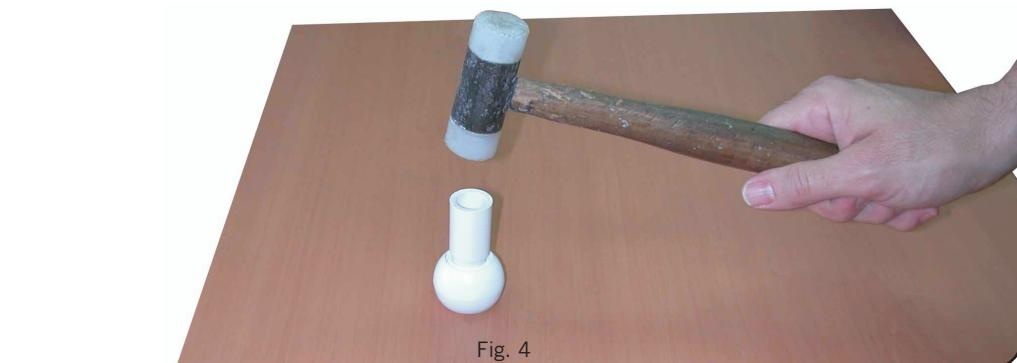

Fig. 4
**IMPORTANT:** All new model return inlets are now supplied with the ball marked with a series of "knock-outs" at 14 mm, 20 mm and 25 mm thus enabling the required flow to be selected at the time of installation. A special tool is available which when used with a mallet will help remove the unwanted part(s) of the ball. (See figure 4)
**IMPORTANT :** Tous les modèles de bouches possèdent désormais un nouveau système pour la rouette de refoulement. Celui-ci consiste à ce que la rouette soit marquée d'une série de diamètres (14-20-25) de façon à ce que l'on puisse sélectionner le diamètre souhaité, au moment de l'installation, obtenant ainsi différents débits. Pour cette raison, la bouchette est donc livrée avec une pièce, qui permettra d'obtenir le diamètre souhaité de la rouette, à l'aide d'un marteau (voir figure 4)
**IMPORTANTE :** todos los modelos de boquillas, incorporan un sistema para la bola de impulsión. Este consiste en que la bola se suministra premarcada con una serie de diámetros (14-20-25) de modo que se puede seleccionar uno de ellos en el momento de la instalación, obteniendo así diversos caudales. Por este motivo, la boquilla se suministra con una pieza adjunta, la cual ayudándose de una maza, se podrá conseguir el diámetro de bola deseado (fig.4)
**WICHTIG:** Alle Modelle der Einlaufdüsen verfügen über ein neues System für die Bestimmung der zugehörigen Einlaufdüsenkugel. Dieses besteht darin, dass eine Kugel geliefert wird, bei der verschiedene Durchmesser (14-20-25) vormarkiert sind, so dass dieser zum Zeitpunkt der Montage gewählt werden kann und man dadurch verschiedene Wasservolumen erhält. Aus diesem Grund wird die Einlaufdüse mit einem Zusatzteil geliefert, mit dem wir unter Zuhilfenahme eines Klotzes o.ä. den gewünschten Durchmesser der Kugel erhalten können (Siehe Abb. 4).